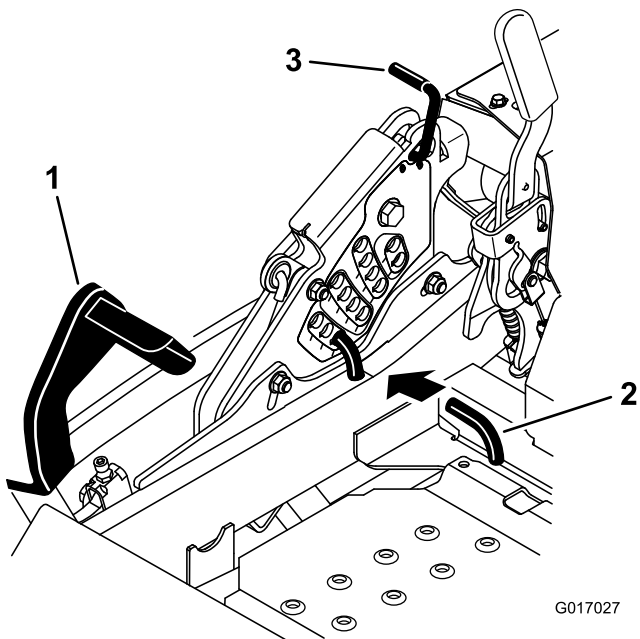

Figura 92
5. Empuje el pedal de elevación de la carcasa hacia delante del todo; la carcasa se enganchará en la posición de transporte de 14 cm (5-1/2 pulgadas) (Figura 92).